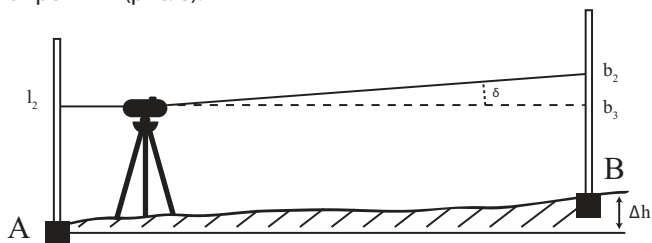

Рис. 8
- Переместите прибор и установите его на расстоянии 1-2 м от рейки А (рис. 8).